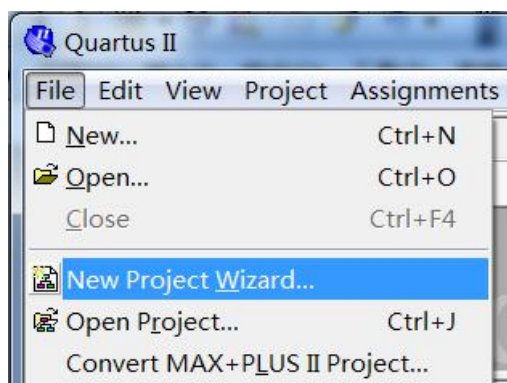
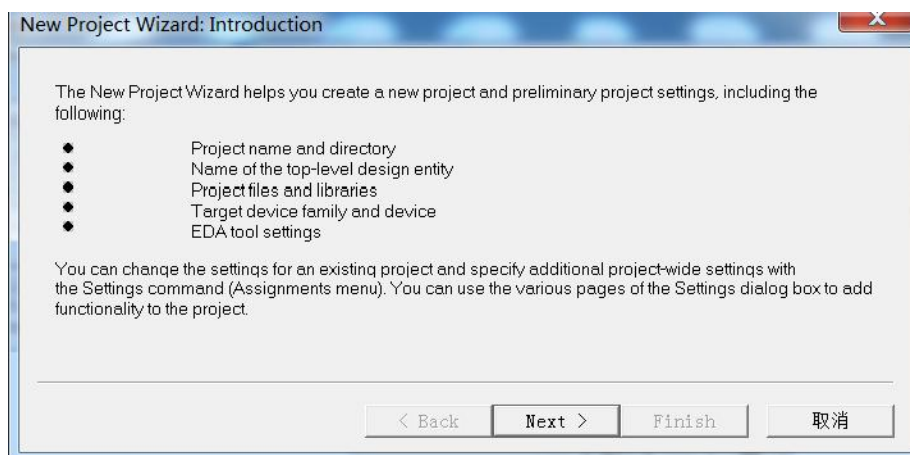
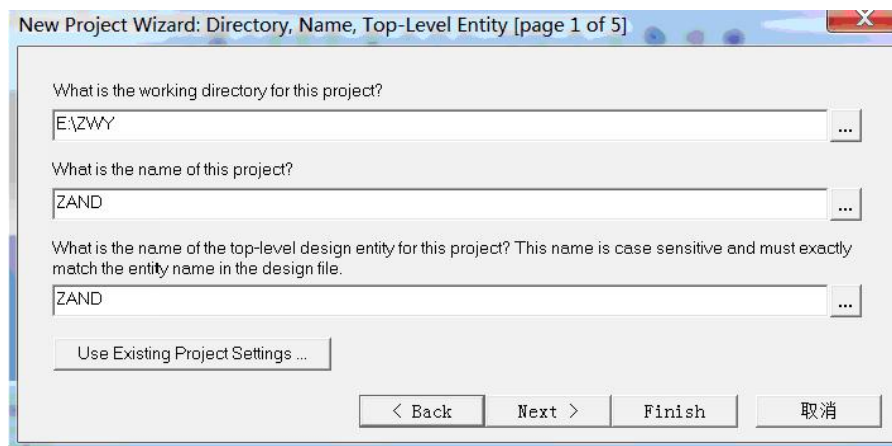

图 1-2-2
图 1-2-3 新建工程向导
图 1-2-4 新建工程路径、工程名称、工程实体名
(1) 工程设置。选择 File → New Project Wizard 命令，如图 1-2-2 所示。在弹出的图 1-2-3 所示对话框中，选 Next，进入图 1-2-4 所示的工程设置页面，设置工程文件夹 E:\ZWY、工程名和顶层实体名均为 zand。设置完成后选 Next，进入目标器件选择页面。